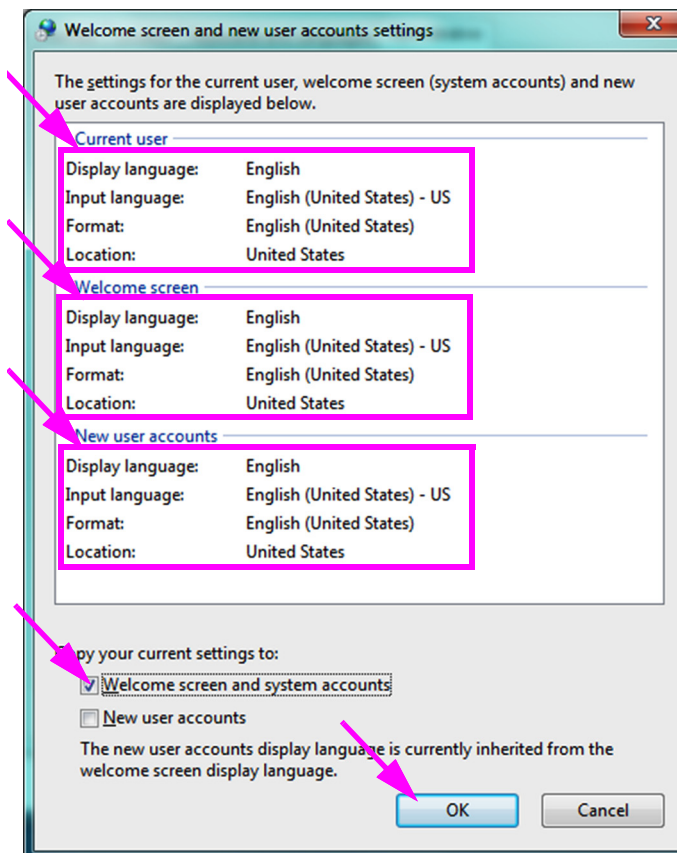

图 C-17. Welcome Screen and New User Account Settings (欢迎屏幕和新用户帐户设置) 窗口
8. 出现 Welcome screen and new user accounts settings (欢迎屏幕和新用户帐户设置) 窗口 (请参见图 C-17)。
9. 确认 Format (格式) 字段与在第 C.4.1 节所选的语言匹配，且 Input Language (输入语言) 字段与在第 C.4.2 节所选的语言匹配 (请参见图 C-17)。